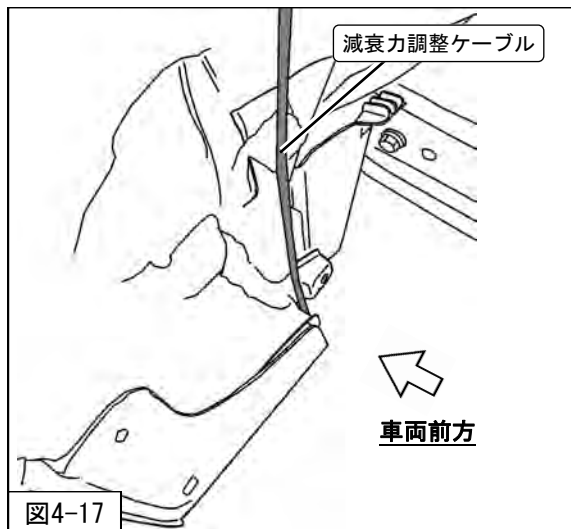

図4-17
23. 減衰力調整ケーブルをサイドステップとタイヤハウスの隙間から車外へ通してください。(図4-17)